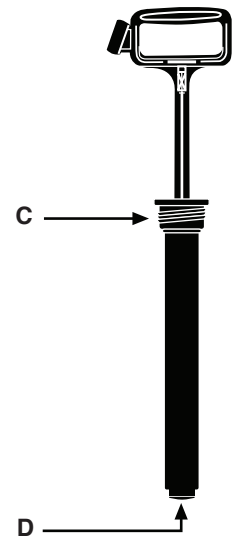

FIGURA 3
- Paso 4. Revise el conjunto de la bomba. (Figura 3)
- Las bombas con rosca superior (Figura 3) no se desarman.